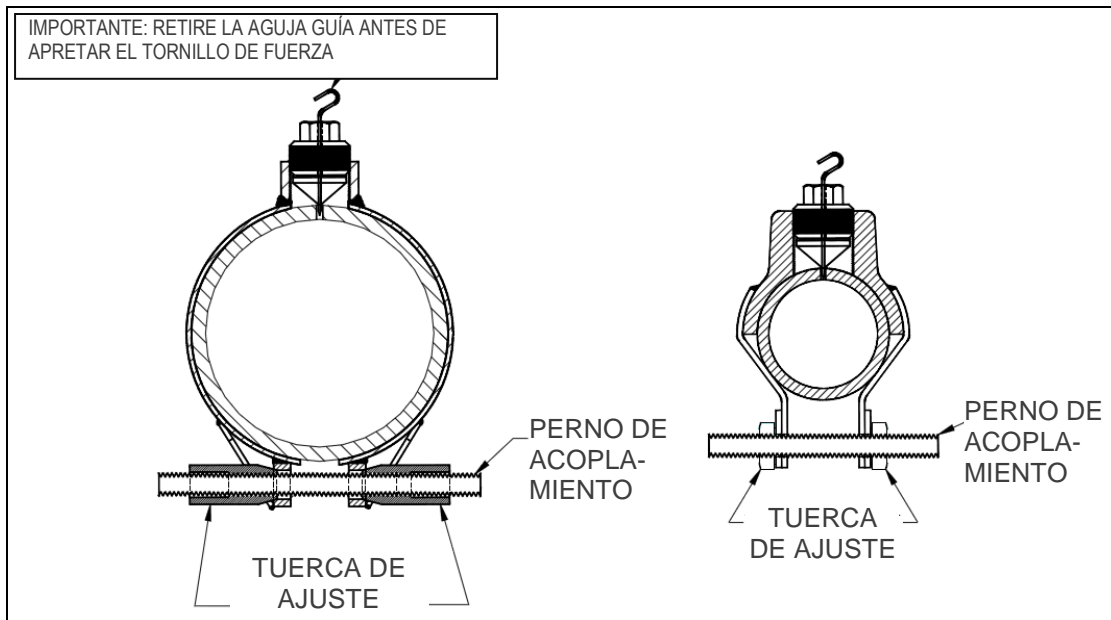

Figura 5
6. Sostenga la abrazadera "PLIDCO Smith+Clamp" firmemente en su posición hasta que el perno de acoplamiento y las tuercas de ajuste sean apretados al valor de torque indicado en la Tabla A. Asegúrese de que las tuercas se hayan apretado por completo haciendo que los pernos de acoplamiento sobresalgan de las tuercas de ajuste en longitudes iguales a cada lado como se muestra en la Figura 5.
8. Apriete el tornillo de fuerza a un valor de par de apriete de 70 a 80 pies-libras (o 95 a 109 Nm). El conjunto completo debe verse como se muestra en la Figura 5, menos la aguja guía.